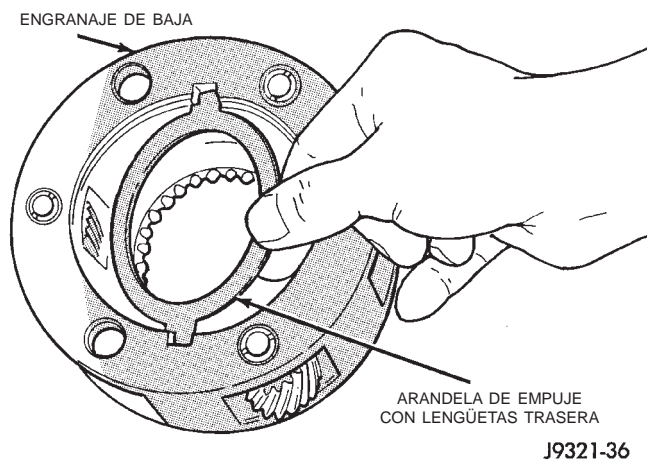

Fig. 39 Desmontaje de arandela de empuje con lengüetas trasera
- (5) Retire la arandela de empuje con lengüetas trasera del engranaje de baja (Fig. 39).